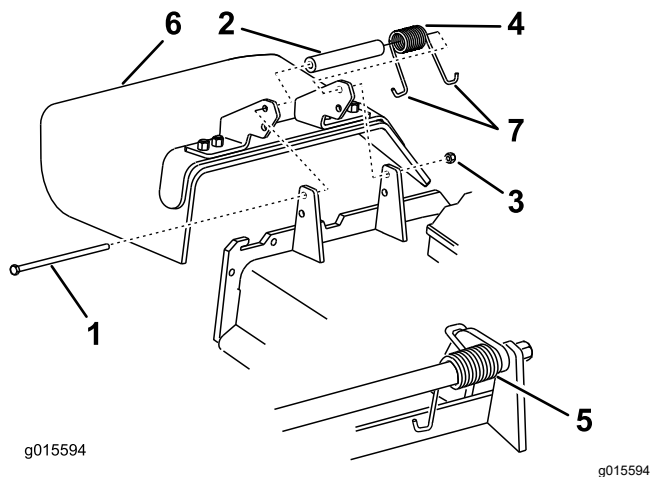

Bild 87
1. Entfernen Sie die Sicherungsmutter, Schraube, Feder und das Distanzstück, mit denen das Ablenkblech an den Schwenkhalterungen befestigt ist (Bild 87).
2. Entfernen Sie defekte oder abgenutzte Ablenkbleche (Bild 87).
Hinweis: Achten Sie darauf, dass ein J-förmiges Federende hinter der Mähwerkante befestigt ist, bevor Sie die Schraube einsetzen, wie in Bild 87 abgebildet.
6. Führen Sie das J-förmige Hakenende der Feder um das Ablenkblech (Bild 87).